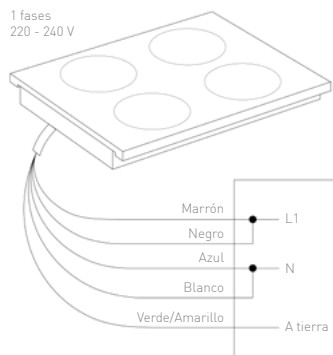

Figura 1
El sistema puede conectarse a un sistema eléctrico monofásico de 220-240 V de acuerdo con la Figura 1.
2. En el disyuntor, la caja de fusibles o la caja de conexiones, conecte el aparato y los cables del cable de alimentación de acuerdo con la Figura 1 o la Figura 2.